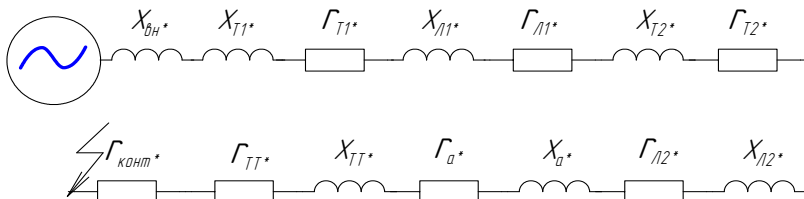

Рис. 1.2. Приведенная схема
3. Далее схема приводится к одной ступени напряжения (рис. 1.2).